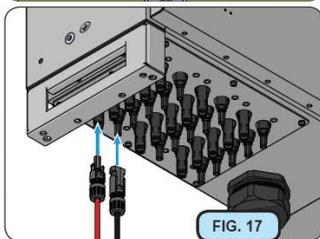

FIG. 17
- Conecte todas as fases aos conectores de engate rápido apropriados (+ e -) conforme os diagramas de cabeamento locais e confira a firmeza de cada conexão individual. Se alguma fase não for utilizada, certifique-se de tampar os conectores; instale, se não houver. Essa operação é necessária para garantir a firmeza do inversor e evitar danos ao conector livre, que pode vir a ser utilizado mais adiante. (FIG. 17)